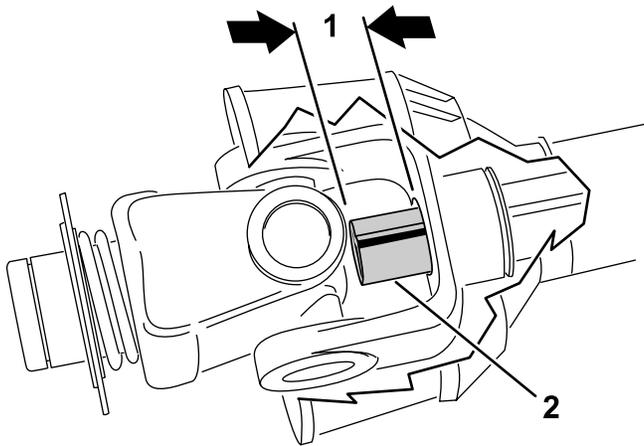

図 16
9. PTO シャフトのチューブを押し縮めて一番短くなった状態にする。内側のシャフトが飛び出して外側のシャフトのクロス部やベアリング部に入らないことを確認する図 16。入り込むようであればもう少し内側シャフトを短く切断して修正する。次の手順へ進む。
10. 内側のシャフトが外側のシャフトのクロス部やベアリング部に入っている深さを測定する図 16。この値を、先ほどのステップ 8 で求めた値に加える。